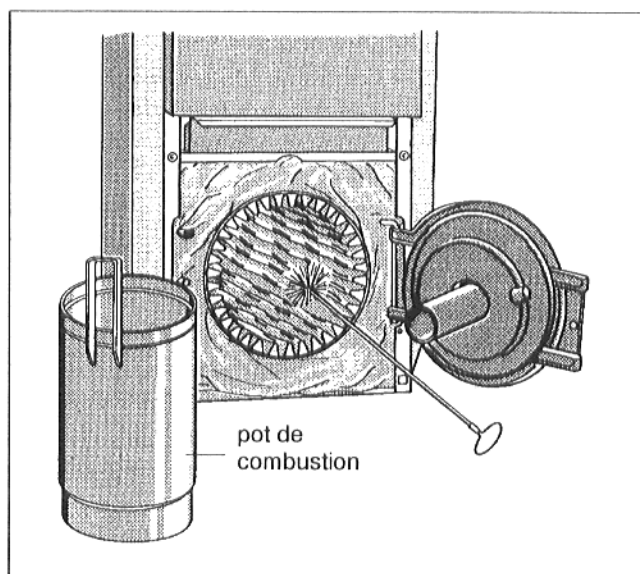

Fig. 34
- Brosser horizontalement les surfaces de chauffe avec vigueur à l'aide de la brosse de nettoyage, évacuer les résidus de combustion (Fig. 34).
- Retirer le pot de combustion de la chambre de combustion (Fig. 34).